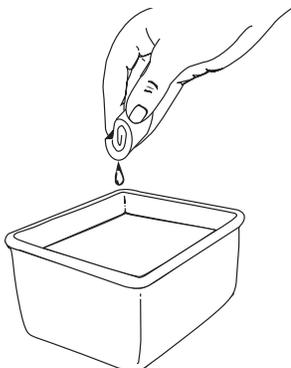

Fig. 20
1. Ouvrez le couvercle du filtre à air. Enfoncez la languette située à gauche du couvercle, tirez celui-ci vers vous pour le dégager du boîtier du filtre à air (Fig. 20).
3. Lavez le filtre dans un mélange d'eau et de détergent (Fig. 20). Rincez le filtre abondamment et laissez-le sécher.
8. Pivotez le couvercle vers la droite jusqu'à ce que la languette du couvercle du filtre s'enfonce dans un déclic dans la fente sur le côté droit du boîtier du filtre (Fig. 20).